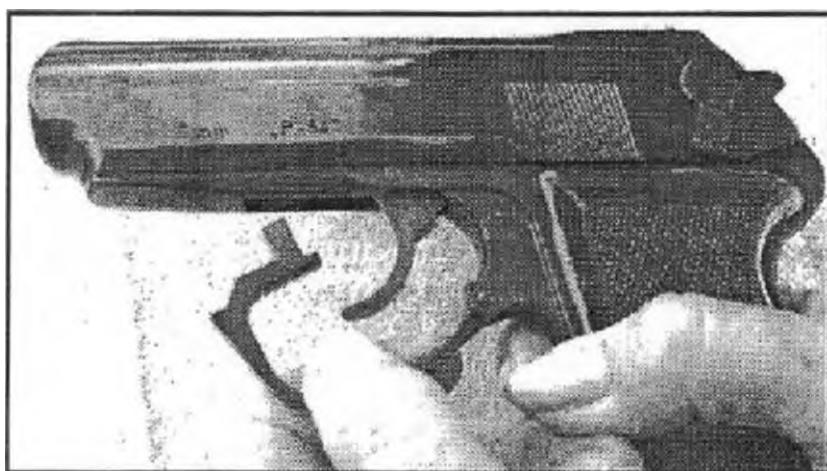

Рисунок 3.5 – Витягування спускової скоби вниз для розбирання
- 5) тримаючи пістолет правою рукою, лівою рукою потягніть скобу спускового гачка вниз (рисунок 3.5);